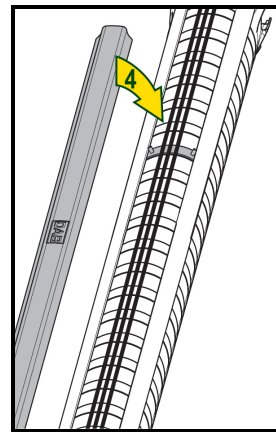

Abb.2
3. Verlegen Sie den Kabelkanal über die Kabel (Abb. 2).